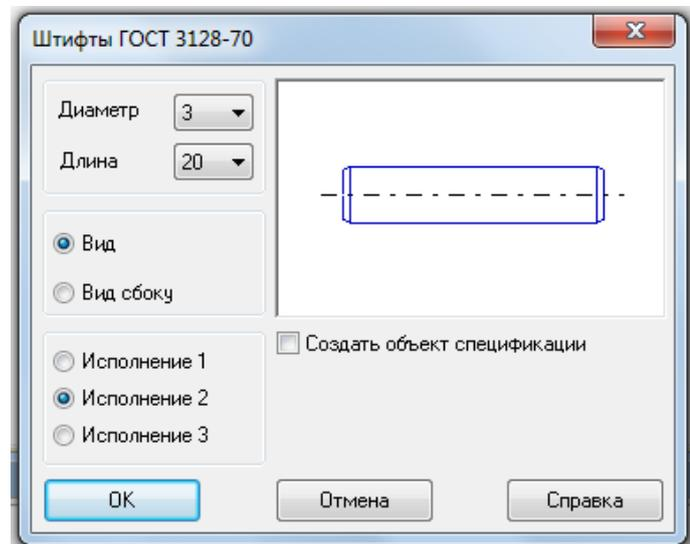

Рисунок 110.
2. Откройте «*Конструкторскую библиотеку*», раздел «*Штифты*», выберите «*Штифт ГОСТ 3128-70*». Задайте геометрические параметры: *Диаметр – 3мм*, *Длина – 20мм* (рисунок 110). Выберите - *Исполнение 2*.